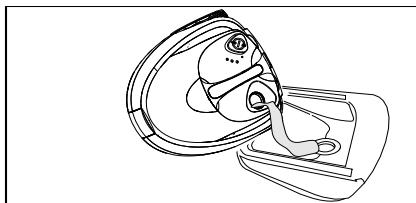

Figure 9
- Vider l'eau. Pour ce faire, faire basculer l'appareil sur le coin et utiliser l'entonnoir (voir Figure 9).